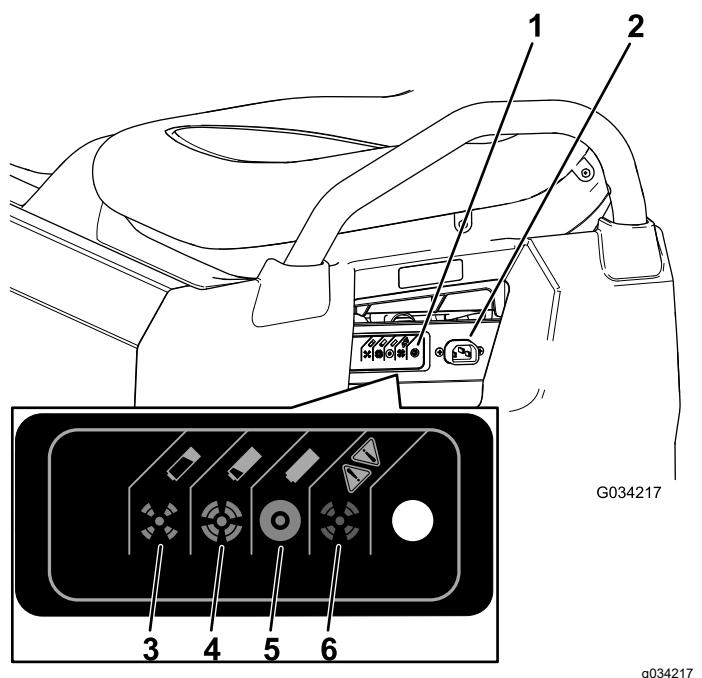

图 36
3. 将16号或更大直径、2.5m或更短的充电器线连接到机器的充电插座图36。
请参阅下表和图36了解有关充电器状态指示灯不同颜色含义的信息。